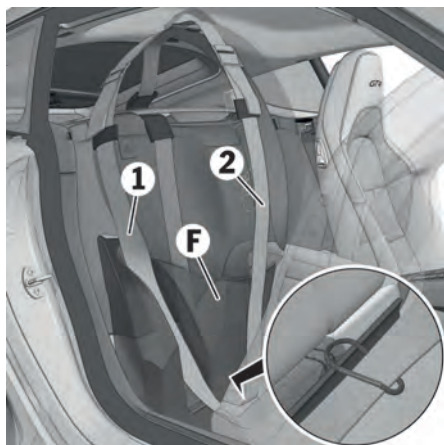

Fig. 92 : Exemple 718 Cayman GT4 : montage des mousquetons, des sangles, de la partie en mousse
4. Positionnez la sangle 2 au centre du siège (fig. 92) et faites passer la fermeture sous l'étrier de fixation du bagage (718 Cayman GT4) ou à travers l'arceau de sécurité (718 Spyder).